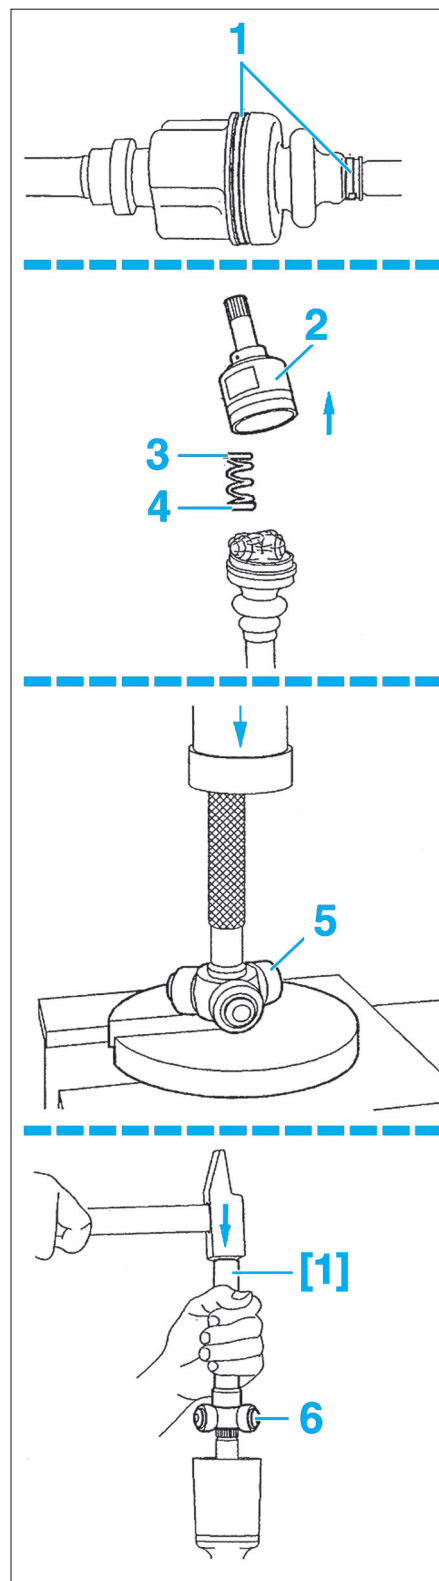

FIG. 2
- Desserrer ou scier et déposer les deux colliers (1) (Fig.2).
- Déposer la tulipe (2), le ressort (3) et la coupelle (4), tout en maintenant les aiguilles et galets du tripode.
- À la presse, extraire le tripode (5) de l'arbre.
- À l'aide d'un marteau et d'un mandrin [1] de diamètre approprié, mettre en place le tripode (6) sur l'arbre.
- Reposer le ressort (3) avec la coupelle (4) et la tulipe (2) sur la transmission.